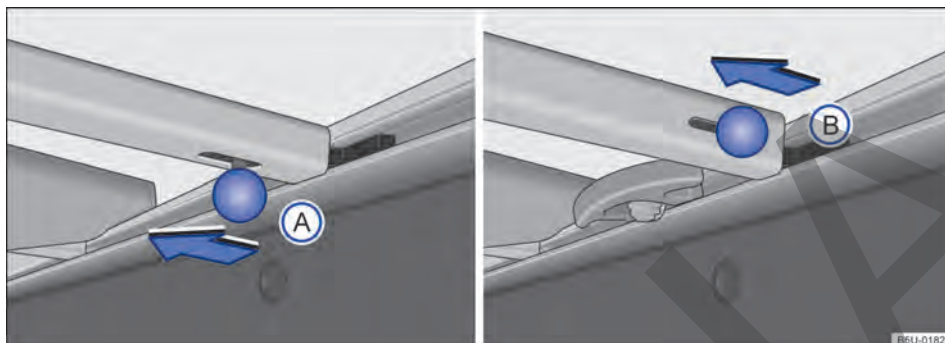
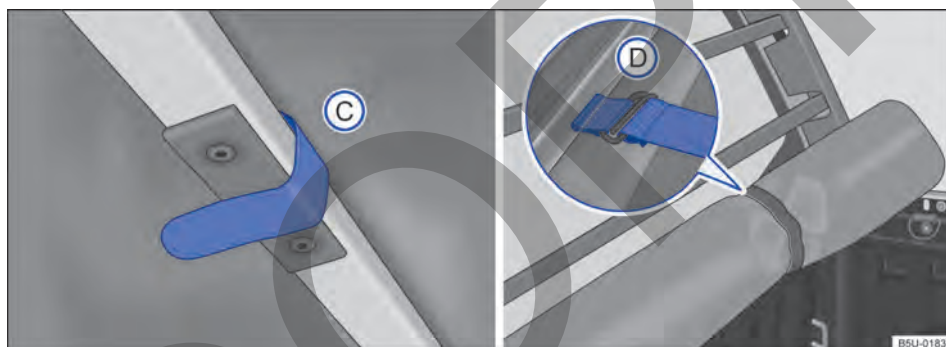

Fig. 51 Travesaños en el compartimento de carga: (A) vehículos con soportes de amarre fijos, (B) vehículos con soportes de amarre deslizantes.
Fig. 52 En el compartimento de carga: tira de fijación y capota marítima correctamente recogida.
- Para la remoción del tipo (A) o (B), desplazar el perno de bloqueo en el sentido de la flecha → fig. 51. Para remover el travesaño que está cerca de la luneta, se necesita soltar las tiras de fijación de la capota → fig. 52 (C).
- Después de recoger totalmente la capota, sujétela con las cintas de fijación (D).
- Para desmontar el travesaño que está cerca de la luneta, es necesario soltar las tiras de fijación de la capota → fig. 52 ⓘ, y hacer el mismo procedimiento anterior para desmontar el travesaño (cuando exista más de un travesaño).
- Después de recoger totalmente la capota, sujétela con las cintas de fijación → fig. 52 ⓘ.